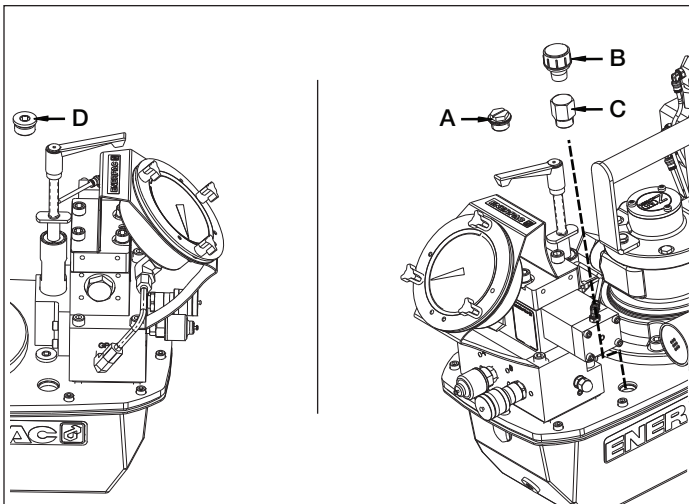
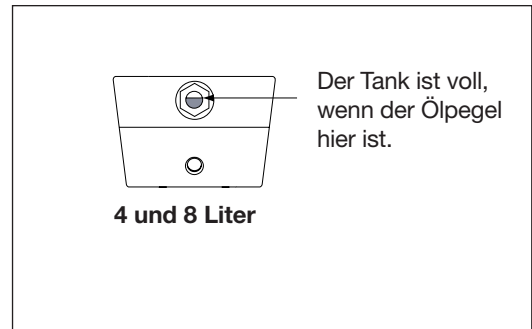

Abb. 2, Öleinfüllstopfen und Entlüfterkappe
Abb. 4
4.1 Entlüfterkappe und Öleinfüllstopfen (siehe Abb. 2)
Überprüfen Sie den Ölpegel der Pumpe vor dem Start. Geben Sie nötigenfalls Öl hinzu, indem Sie den Stöpsel SAE Nr. 10 von der Abdeckplatte entfernen (siehe Abb. 2). Der Behälter ist voll, wenn der Ölpegel im Sichtglas bis nach oben geht. (Abb. 4).